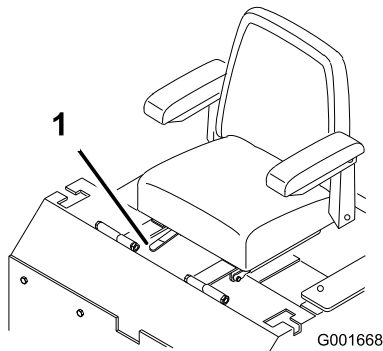

Figura 21
**Importante:** Mueva la palanca lateralmente para desbloquear el asiento (Figura 21).